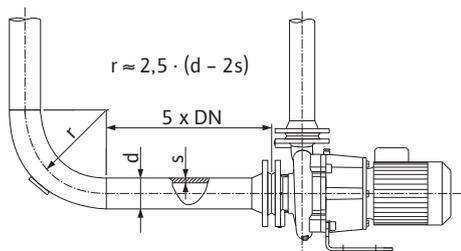
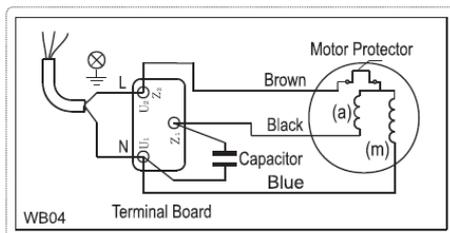

Fig. 4: Stabilizacijska dionica ispred i iza pumpe
Fig. 5: Priključak izmjenične struje
- Mrežni priključak ovisi o snazi motora P_2 , mrežnom naponu i vrsti uključivanja. Potrebno uključivanje spojnih mostova u priključnoj kutiji navedeno je u sljedećoj tablici te na Fig. 4 i Fig. 5.